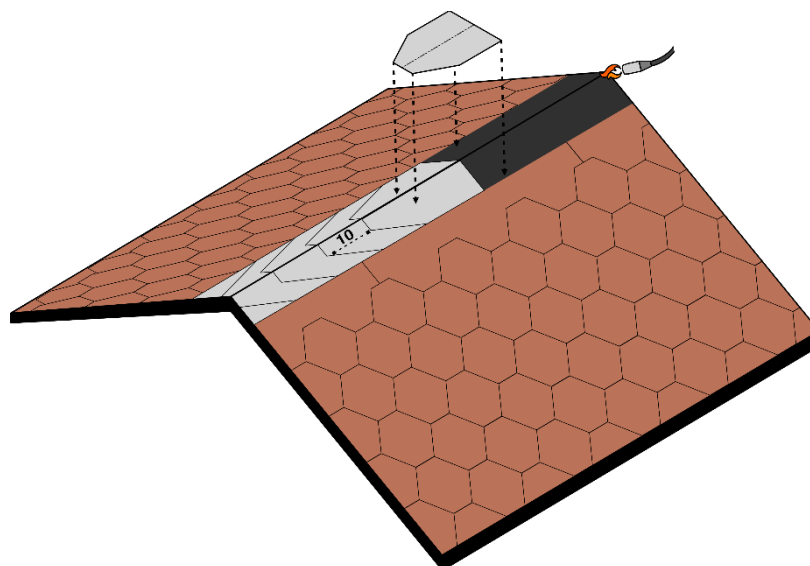

Fig. 19 - Installazione elementi colmo a fiamma
- Applicare sul colmo una fascia di membrana bituminosa Safety EPP a fiamma - Fig. 19.
- Procedere con la posa degli altri elementi colmo in sequenza, lasciando una parte esposta di 10 cm tra un elemento e quello successivo, vedi Fig. 19.